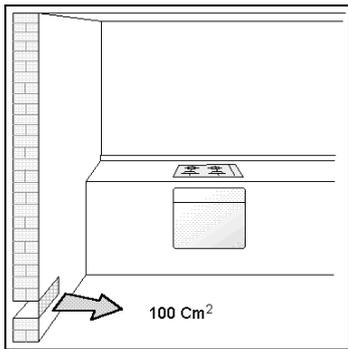
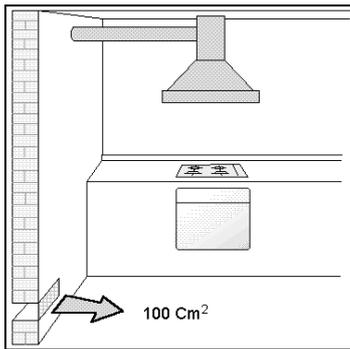

Fig.6
Fig.6A
**NOTE: L'utilisation d'un appareil de cuisson au gaz produit de la chaleur et de l'humidité dans la pièce où il est installé. Il faudra donc prévoir une bonne ventilation de la pièce en veillant à ne jamais obstruer les ouvertures de ventilation naturelle. (FIG. 6) et en activant le dispositif mécanique d'aération / hotte d'aspiration ou ventilateur électrique ( FIG. 6A et 6B ). Une utilisation intensive et prolongée de la table, peut nécessiter une aération supplémentaire, par exemple l'ouverture d'une fenêtre ou une ventilation plus efficace par augmentation de la puissance d'aspiration mécanique, si elle existe.**